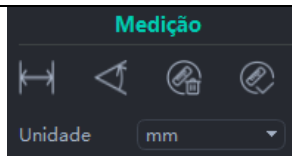

Fig. 37
g. Ao utilizar a ferramenta de “Medida linear” ou “Medida angular” (Fig. 37), selecionar o ponto inicial e o final com o botão esquerdo do mouse e utilizar o botão direito do mouse para concluir a medida;